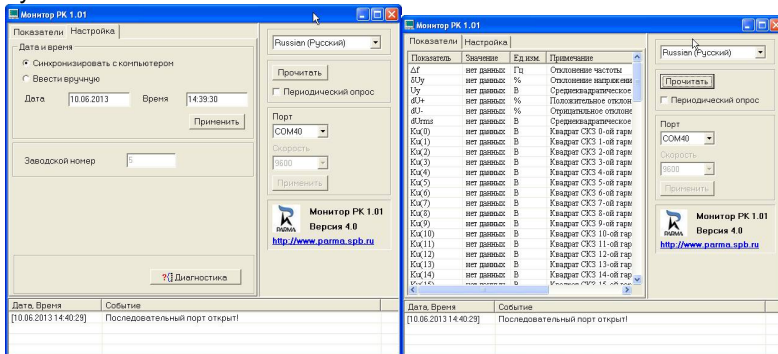

Рисунок 21
6.5.7 Если команда прошла успешно, то в поле «Настройки» должна отобразиться дата, текущее время и заводской номер регистратора, а в поле «Показатели», перечень измеряемых параметров, рисунок 21.
6.5.12 В окне «Настройки» должна отобразиться дата, текущее время регистратора, заводской номер и номер COM порта, а в окне «Показатели», перечень измеряемых параметров, рисунок 21.